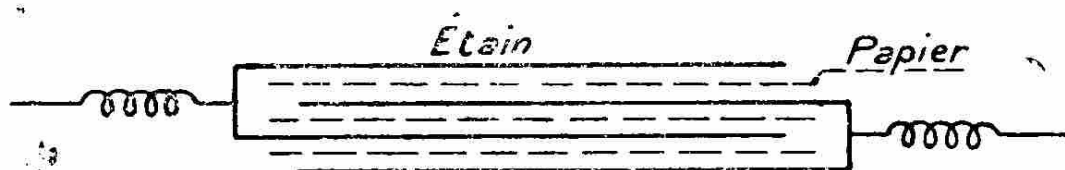

Fig. 24. — Représentation schématique d'un condensateur fixe.
9 de longueur et quelques feuilles de papier écouter paraffiné (1) un peu plus larges, soit de 7 × 8 centimètres ; enfin deux planchettes de bois mince, à la fois plus larges et plus longues (V. fig. 24 et 25).
(1) Le paraffinage du papier s'obtient en trempant pendant quelques instants les feuilles isolément dans de la paraffine fondue.